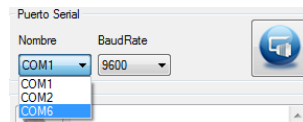

Figura 32: Selección de puerto COM asociado a la placa
- Sobre la sección *Puerto Serial* debe identificarse sobre el menú desplegable *Nombre*, el puerto COM asociado a la placa. La figura 32 ilustra dicho concepto
- Debe tenerse en cuenta sobre la instrucción *uartConfig()*, perteneciente a la librería *sAPI*, deben asignarse dos parámetros de entrada, uno de ellos indica el módulo de la UART sobre la cual se desea trabajar, en este caso el parámetro es *UART\_USB*. El segundo parámetro que debe asignarse a dicha instrucción es la velocidad de transmisión en baudios. El valor de la velocidad previamente configurada sobre el programa debe ser configurado sobre el menú desplegable *BaudRate*, ubicado sobre el costado derecho del menú desplegable *Nombre*. Por ejemplo, si la velocidad configurada es igual a 9600 baudios, entonces sobre dicho menú debe seleccionarse 9600, como lo ilustra la Figura 32.